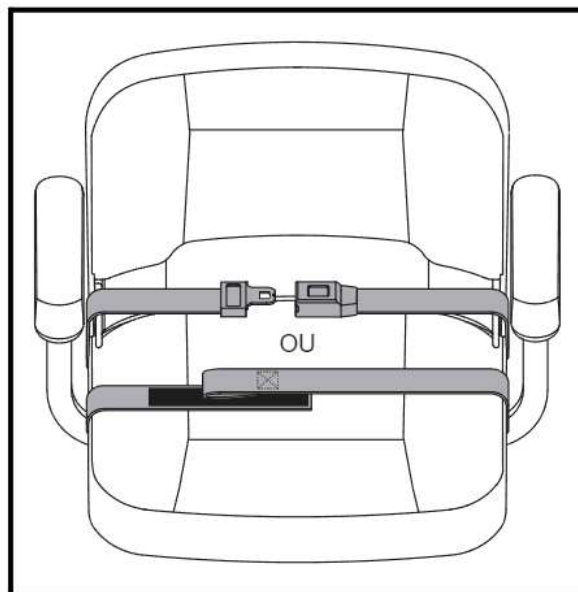

Figure 21. Ceinture de positionnement - De type attache in métal ou ceinture de positionnement - Crochet réutilisable et boucle de fixation
1. Insérez l'onglet de la ceinture côté droit dans la boucle de ceinture côté gauche jusqu'à ce que vous entendiez le "clic". **Voir la figure 21.**
1. Alignez les deux côtés de la ceinture en plaçant les deux bouts directement au-dessus du côté de l'attache ("crochet") du côté opposé de la ceinture. Pressez fermement ensemble pour attacher. **Voir la figure 21.**